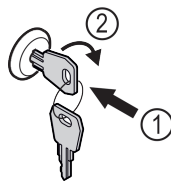

Fig. 176
- ▶ Sätt in nyckeln. Fig. 176 (1)
- ▶ Vrid nyckeln 90° medurs. Fig. 176 (2)